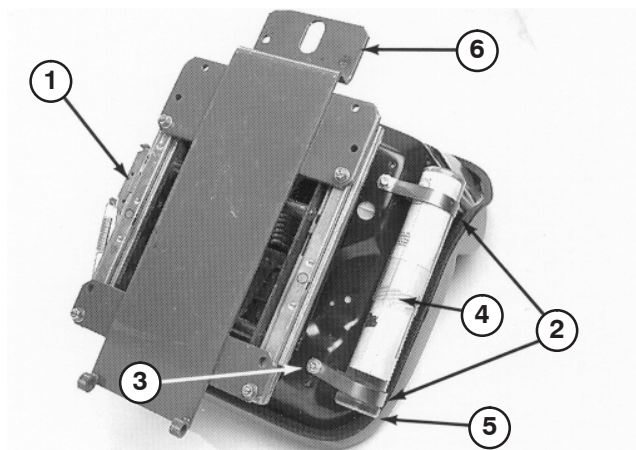

Bild 12
1. Montieren Sie die Sitzfederung unten am Sitz mit vier Kopfschrauben und befestigen Sie diese mit vier Sicherungsscheiben, Flachscheiben und Muttern (Bild 12).
2. Befestigen Sie die beiden R-Schellen lose mit zwei Kopfschrauben und Flachscheiben (liegen dem Sitz bei) an der rechten Seite der Sitzunterseite (Bild 12). Setzen Sie das Rohr für die Bedienungsanleitung in die R-Schellen ein und ziehen Sie die Klemmmuttern fest (Bild 12).
3. Montieren Sie die Sitzstütze über vier Gewindebolzen unten an der Sitzfederung und befestigen Sie diese mit Bundmuttern (Bild 12).